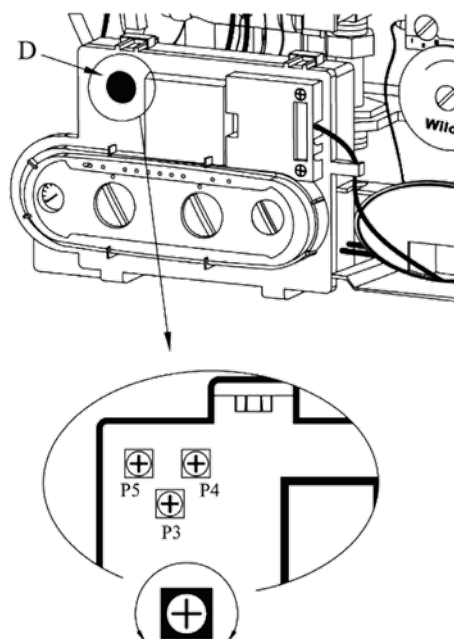

Рис. 19. Расположение потенциометров регулировки мощности.
3. На рис. 19 изображены потенциометры. P4 отвечает за регулировку мощности котла в режиме OB от 0 до 100;
6.2.4 Регулировка параметров с помощью потенциометров (см. рис. 19)